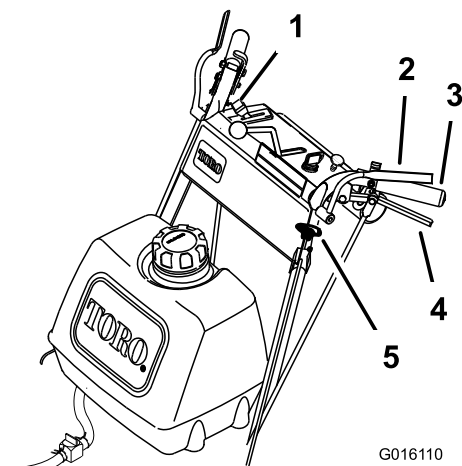

Figura 12
1. Per innestare le lame del tosaerba, premete le leve di controllo della presenza dell'operatore (OPC) contro le impugnature delle stegole (Figura 12).
1. Spingete la manopola di comando delle lame (PDF) verso il basso in posizione di SPEGNIMENTO (Figura 12).
2. Il rilascio delle leve di controllo della presenza dell'operatore (OPC) spegne il motore e arresta le lame (Figura 12) con la leva di comando delle lame innestata.